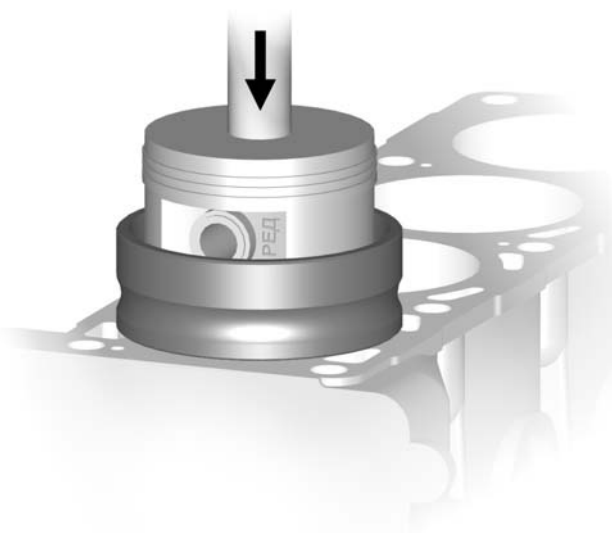

Рис. 3.2.57. Установка поршня с кольцами в цилиндр при помощи оправки
- надеть на болты шатунов предохранительные латунные наконечники, сжать кольца обжимкой или, пользуясь оправкой для установки в цилиндр поршня, вставить поршень в цилиндр (рис. 3.2.57).